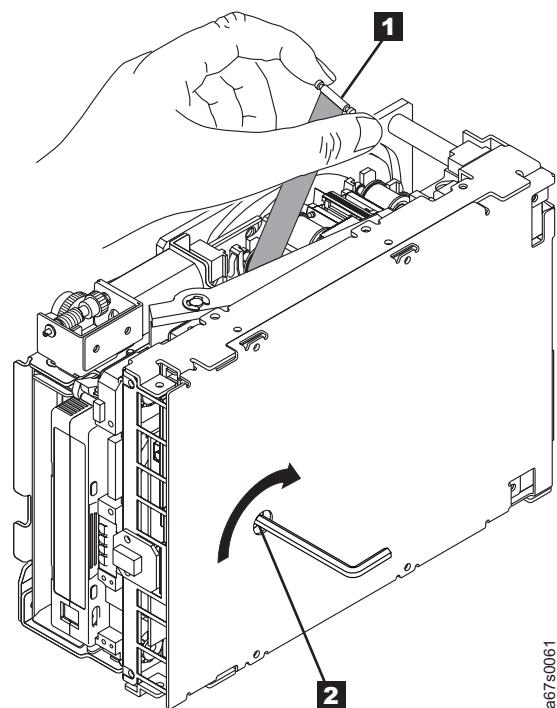

Abbildung 28. Bandmitnehmerstift in Bandkassette zurückspulen
- c. Platzieren Sie das Bandlaufwerk so, dass die Vorderseite des Laufwerks zu Ihnen hin zeigt. Stellen Sie das Bandlaufwerk dann auf seine linke Seite (siehe Abb. 28).
- d. Falls erforderlich, benutzen Sie eine Nadelzange, um das Ende des Bandmitnehmerstifts zu fassen und so aus der Kassette zu ziehen, dass Sie ihn mit den Fingern greifen können (siehe **1** in Abb. 28).